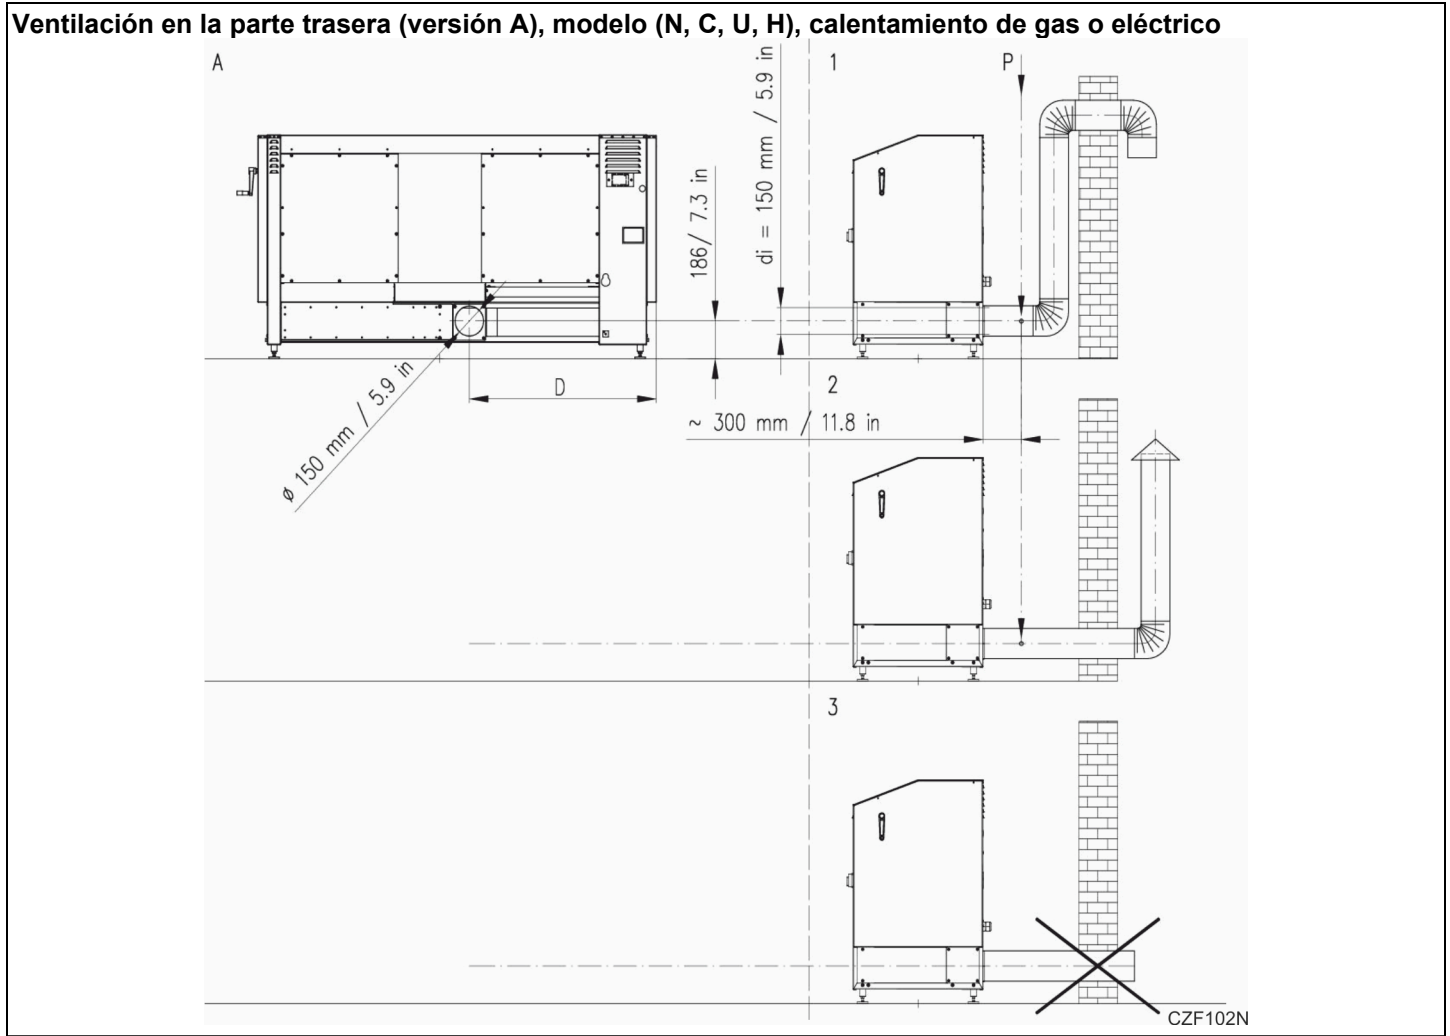
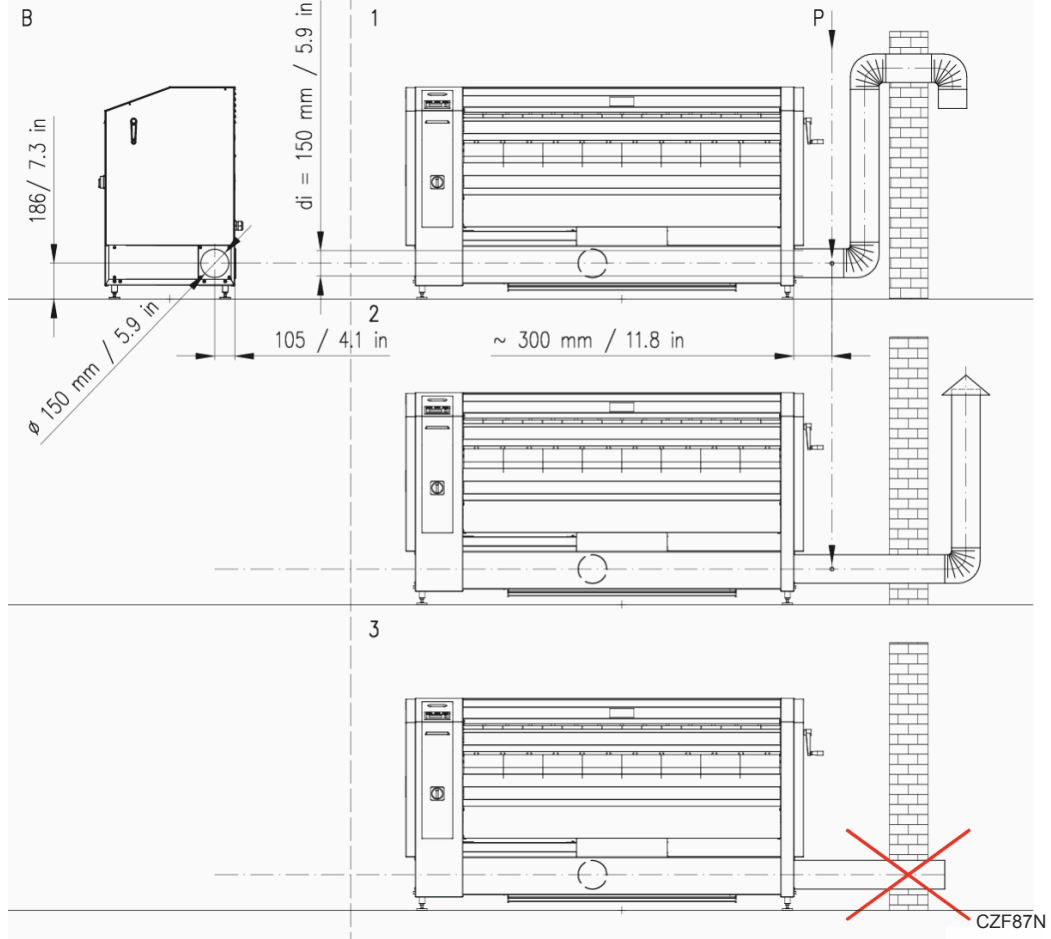
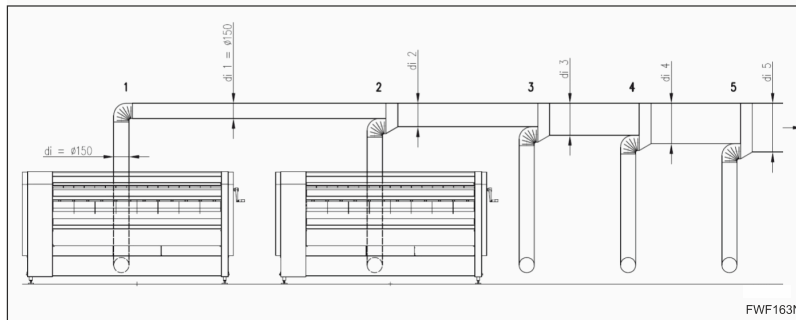

Figura 11
Figura 12
Figura 13
Parámetro a Figura 11 y Figura 12
- A – escape de vapor inverso: *Figura 11*
- B – escape de vapor hacia la derecha: *Figura 12*
- La dimensión y otros parámetros relacionados con la instalación del sistema de escape se muestran en la figura de arriba, en *Figura 11*, *Figura 12*, *Figura 13* y en *Tabla 10*, *Tabla 4*, *Tabla 9*.
- El escape del vapor debe ser conducido lejos de cualquier otra tubería y debe instalarse según la *Figura 11* o *Figura 12* siguiendo el camino más corto para salir del edificio.
Parámetros para Figura 13